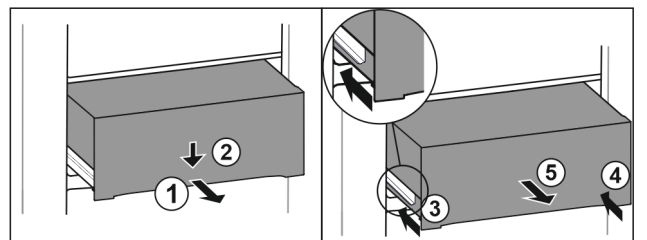

Fig. 75
- Tirer le tiroir jusqu'à mi-chemin. Fig. 75 (1)
- Appuyer sur l'avant du tiroir vers le bas. Fig. 75 (2)
- Insérer le rail gauche d'env. 2 cm. Fig. 75 (3)
- Insérer le rail droit d'env. 2 cm. Fig. 75 (4)
- Retirer le tiroir par l'avant. Fig. 75 (5)